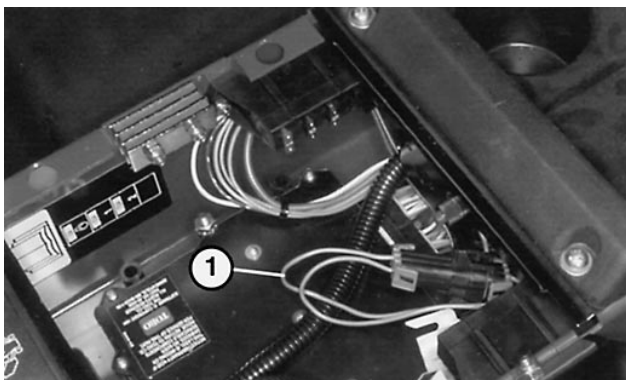

Figure 27
2. Ouvrir le couvercle du tableau de bord. Repérer le faisceau de câbles et les connecteurs près du module électronique. Débrancher le connecteur de boucle du connecteur du faisceau avec précaution (Fig. 27).